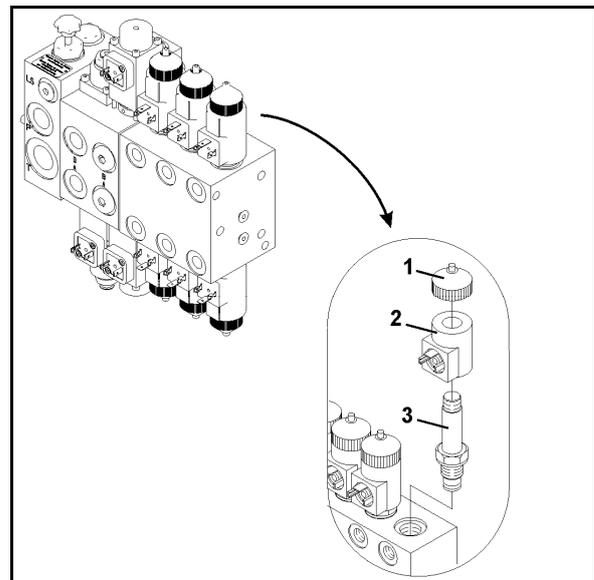

Fig. 99
1. Magnetkappe (Fig. 99/1) abschrauben.
2. Magnetspule (Fig. 99/2) abnehmen.
3. Ventilstange (Fig. 99/3) mit Ventilsitzen herausdrehen und mit Druckluft oder Hydrauliköl säubern.